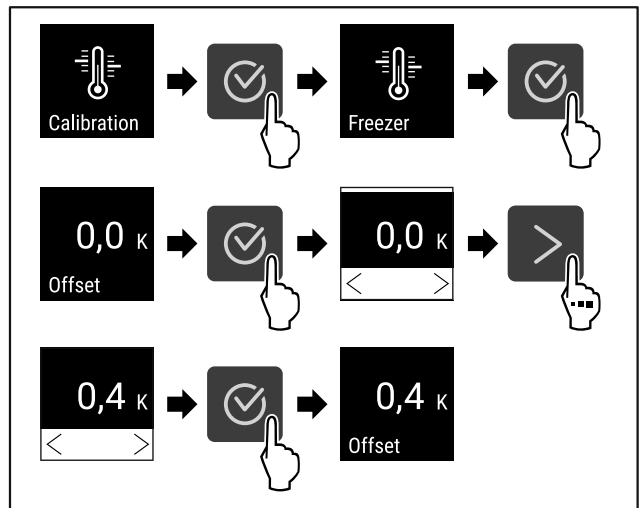

Fig. 95
- Suorita toimenpidevaiheet (katso Fig. 95).